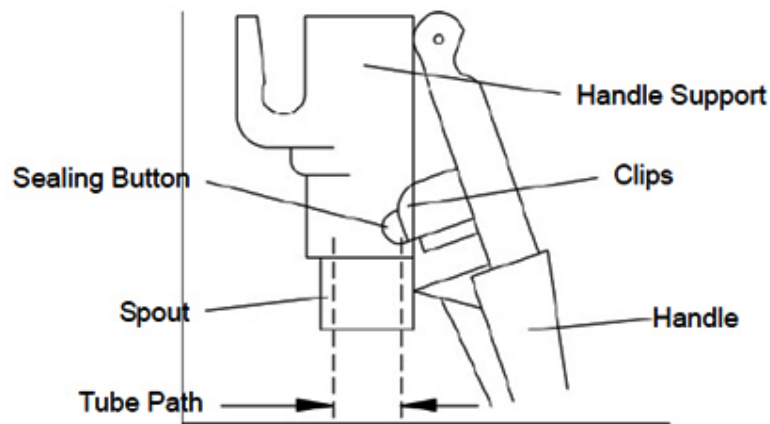

Figure 3.
1. Retrait des poignées de poussée. Voir Figure 3.
- D. Insérer soigneusement tube de pincement dans l'ouverture de bec verseur et bol dans de l'ouverture inférieure du bec poignée sup ports (voir Figure 3.) Assurez-vous que l'extrémité du tube ne se coince pas sur le bord au-dessus de l'ouverture du bec de support de poignée. Tirer sur l'extrémité du tube pour asseoir solidement dans le siège bol de bec. Assurez-vous que le tube est libre de rides et étend au-dessous du bec de support autour d'un 1/4 de pouce. (Voir Figure 9.)